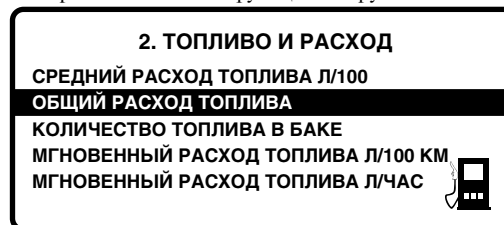

Рис. 4.4
A.3 [**<>**] - войдите в выбор функции в группе. Инверсия сместится на функцию из группы. Рис. 4.4
A.5 [**▲**] или [**▼**] - выберите необходимый пункт, выбранный пункт выделяется инверсией. Рис. 4.4
V.4 [**▲**] или [**▼**] - выберите необходимый пункт, выбранный пункт выделяется и нвер сией. Рис. 4.4